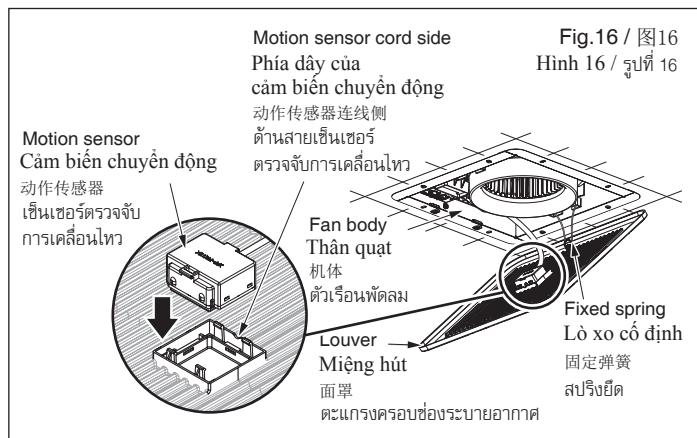

Fig.16 / 图16
⑤ Insert the motion sensor on the louver assembly as shown. (Fig.16).
⑤ Đưa cảm biến chuyển động vào miếng hút như được hiển thị.
⑤ 按照图示将动作传感器装入面罩。 (图16)
⑤ ลอดเข็นເຊ່ອງຕຽງຈັບการเคลื่อนไหวบนชຸດຕະແກຮງຄຣອບช່ອງຮະບາຍອາກາດ